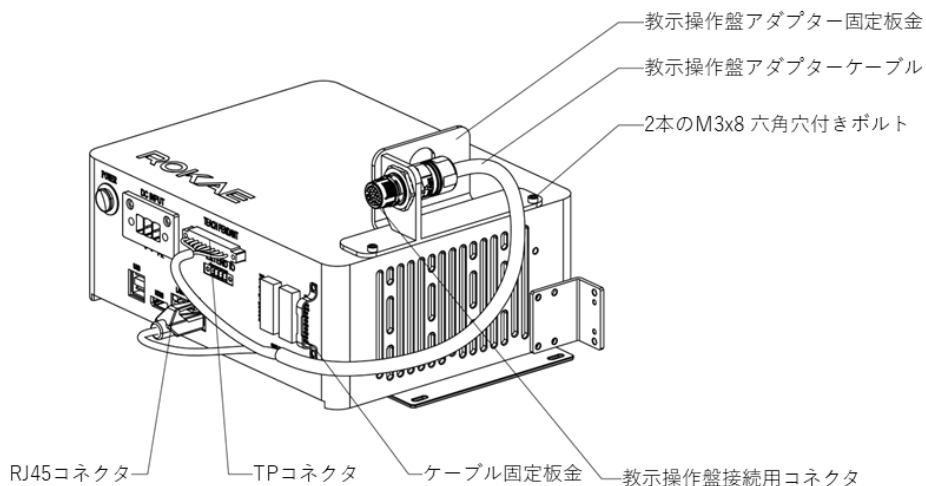
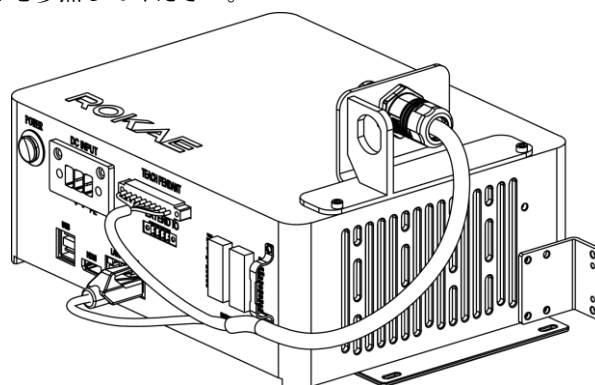

図 5-12 指示操作盤アダプターケーブルの取り付け
図 5-14 指示操作盤アダプターケーブル左向き取り付け図
- (3) 教示操作盤アダプターのコネクタを板金に通し、調整式レンチでナットを締めて、コネクタを板金に固定します。図 5-12 を参照してください。
- (4) 教示操作盤アダプターケーブルのコネクタを制御キャビネットの TEACH PENDANT インターフェースと LAN2 インターフェースに接続します（インターフェースに注意し、間違えて接続しないように注意してください）。また、ケーブルタイを使用してケーブルを IO インターフェースの隣にある固定用板金に固定します。最終的には図 5-12 のようになります。
- (5) 図 5-12 の指示操作盤アダプターを使用して、指示操作盤のケーブルのコネクタを差し込みロックすると、指示操作盤が使用できるようになります。指示操作盤の接続図を下図に示します。
- (6) 指示操作盤アダプターは前方と左方の 2 通りの取り付け方法があります。図 5-12 は前向き取り付け方法を示しており、デフォルトの取り付け方です。左向きの設置方法については、図 5-14 を参照してください。